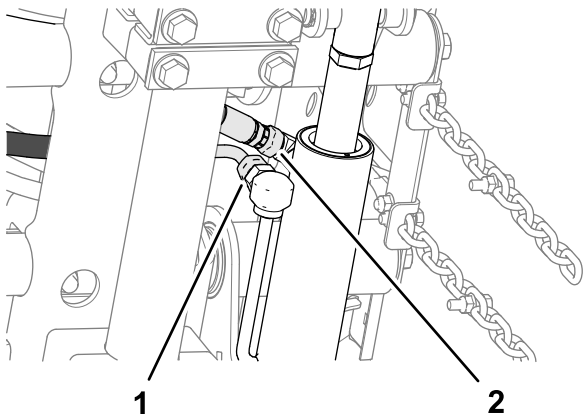

Bild 16
- Legen Sie ein Distanzstück zwischen der Trägerplatte und der Montageplatte ein (Bild 16) und befestigen Sie die Platten und das Distanzstück lose mit einer Schlossschraube ($\frac{3}{8}$ " x $2\frac{1}{4}$ " und einer Sicherungsmutter ($\frac{3}{8}$ ").